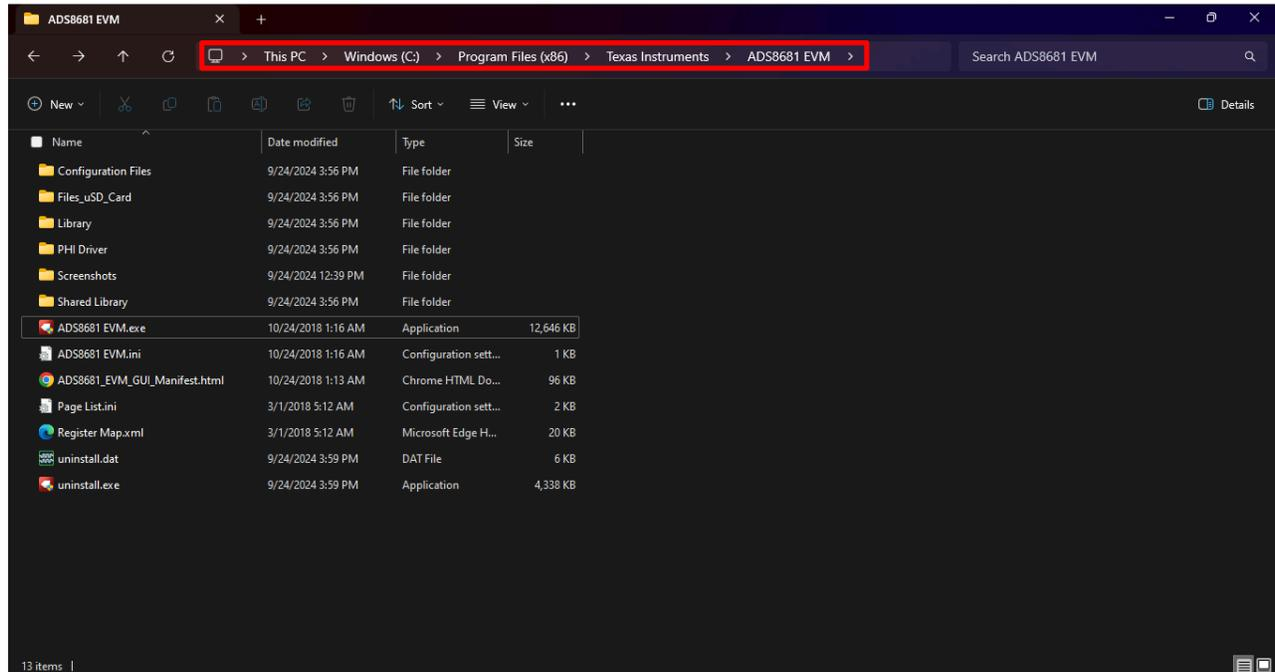

图 4-2. 启动 ADS8681EVM GUI 软件
3. 从计算机的开始菜单、桌面快捷方式或安装文件夹 (图 4-2) 启动 ADS8681EVM GUI 软件。